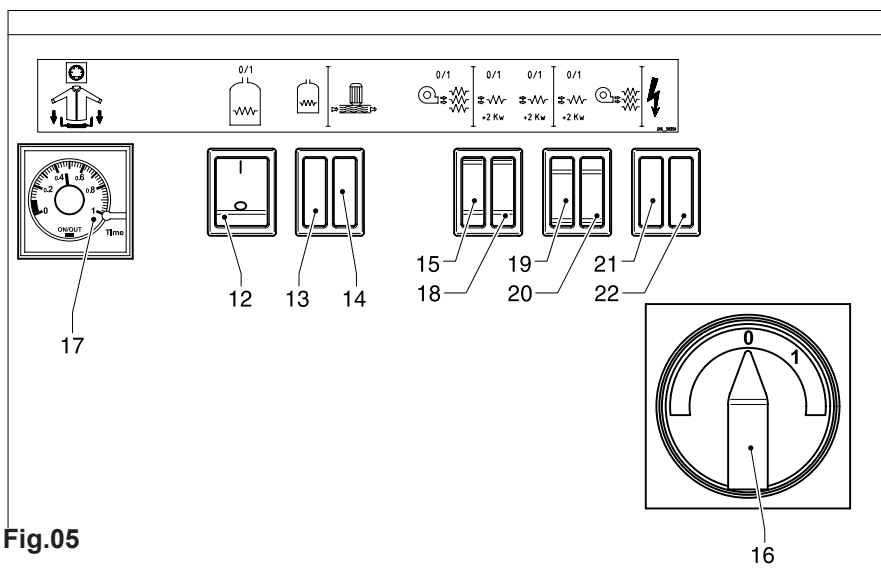

Fig.05
- a) Den Hauptschalter der elektrischen Versorgungsleitung und den Verriegelungsschalter (16) Fig.05, am Schaltfeld der Maschine einschalten; das rote Licht zeigt (22) Fig. 05, daß die Maschine jetzt mit Strom versorgt ist.
- a) Включить главный выключатель машины, предусмотренный на линии электропитания и выключатель блокировки двери (16) Рис.05 на электрич. панели управления машины, включение красного индикатора (22) Рис. 05 означает присутствие эл.тока в машине